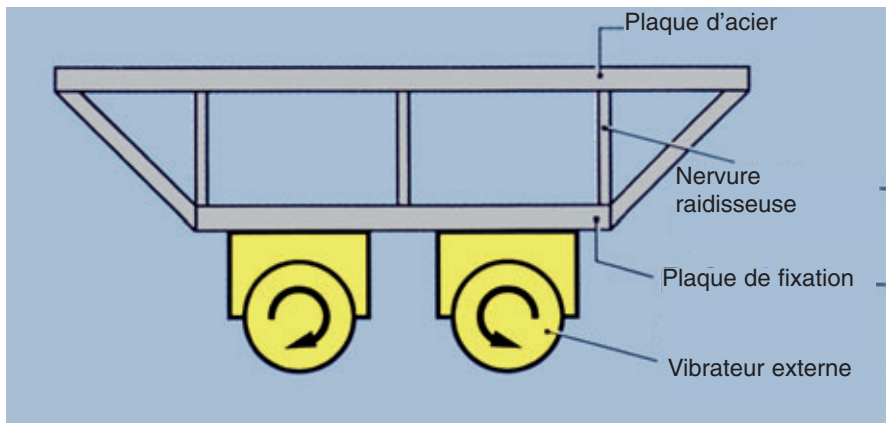

Fig. 3: table vibrante plus petite avec renforcements
- Chaque vibrateur externe doit être fixé sur une plaque de 15 à 20 mm d'épaisseur. Cette plaque doit être plane et être soudée convenablement aux raidisseurs existants. Si des oscillations linéaires sont générées par deux vibrateurs externes fonctionnant en sens opposé, la liaison entre les vibrateurs externes doit être parfaitement insensible aux vibrations afin de permettre une synchronisation (synchronisme parfait des vibrateurs externes). Cela est obtenu par des renforcements suffisants. La figure 3 illustre un exemple de tels renforcements.